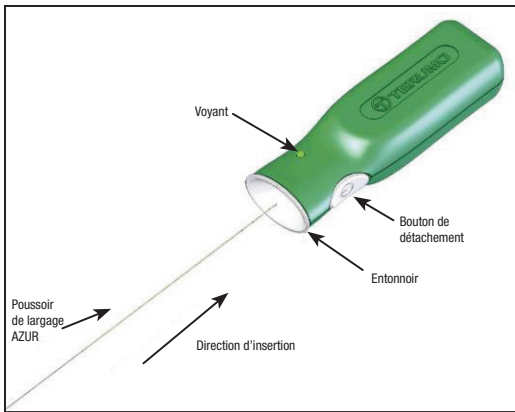

Figure 2 – Contrôleur de détachement AZUR
14. Avant d'utiliser le dispositif, retirer l'extrémité proximale du poussoir de largage avec des substances étrangères telles que du sang ou des produits de contraste. Insérer fermement l'extrémité proximale du poussoir de largage dans la section en entonnoir du contrôleur de détachement AZUR. Voir la Figure 2. **Ne pas appuyer sur le bouton de détachement à ce stade.**
- Raccorder l'extrémité proximale du pousoir de largage au contrôleur de détachement AZUR en insérant fermement l'extrémité proximale du pousoir de largage dans la section en entonnoir du contrôleur de détachement AZUR. Voir la Figure 2.